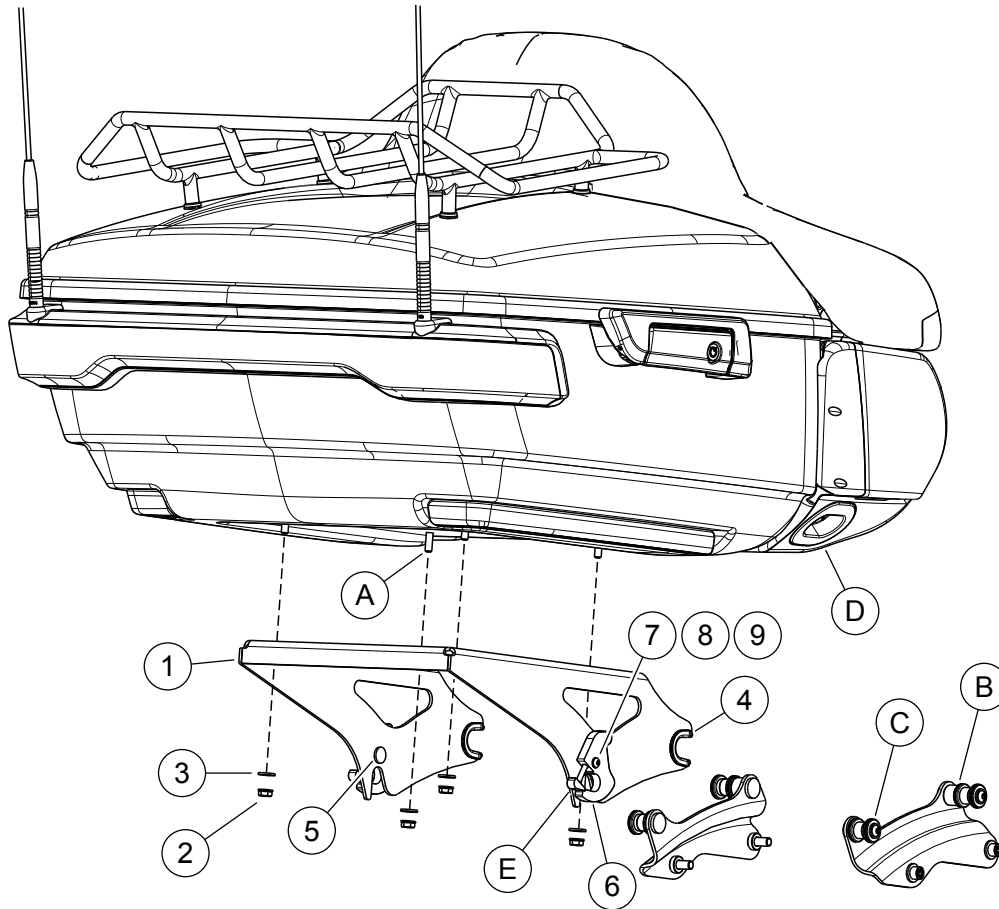

Figure 1. Pièces de rechange : Support de Tour-Pak amovible pour selle biplace
Voir Figure 1 et Tableau 1.
2. Figure 1 Installer le support de Tour-Pak® (1) sur les goujons de montage (A) du Tour-Pak (D).
3. Attacher avec les rondelles (3) et les écrous (2).
4. Les trous de montage du support du Tour-Pak sont perforés. Ajuster la position du Tour-Pak (D) sur le support du Tour-Pak (1).
5. Serrer les écrous (2).
1. Voir la figure 1. Placer les encoches avant du support du Tour-Pak, avec des bagues en place sur les points de fixation avant (B).
- a. S'assurer que les bagues à encoche (4) sont bien en place dans les points de fixation avant.
2. Placer les loquets détachables (6) au-dessus des points de fixation arrière (C).
- a. Vérifier que les côtés et les loquets du support (1) se trouvent dans les points de fixation arrière.